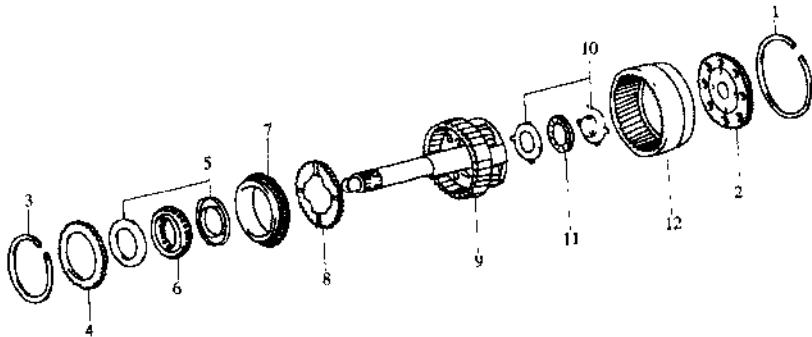

图 5.21 行星排和单向离合器零件的位置
① 检查太阳轮、行星齿轮、齿圈的齿面，如有磨损或疲劳剥落，则应更换整个行星排，如图 5.21 所示。